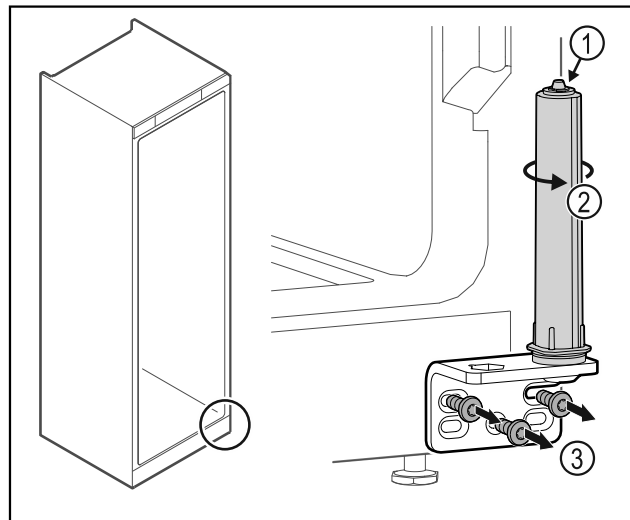

Fig. 21
- Nerozoberajte systém zatvárania dverí Fig. 21 (1).
- Otáčajte systém zatvárania Fig. 21 (2), kým nezacvakne.
- Odskrutkujte uholník závesu Fig. 21 (3).